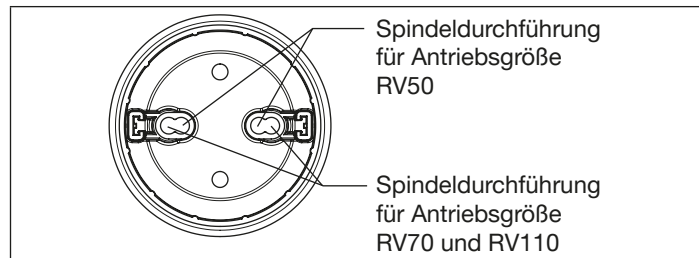

Fig. 7: Spindeldurchführung
- ▶ Nur die zur Antriebsgröße passende Spindeldurchführung verwenden (siehe „Fig. 7“).
- Schaltspindeln durch die passenden Spindeldurchführungen schieben. Dabei sind die äußeren Durchführungen für die Antriebsgröße RV70/110 und die innere Durchführung für die Antriebsgröße RV50 vorgesehen (siehe „Fig. 7“).